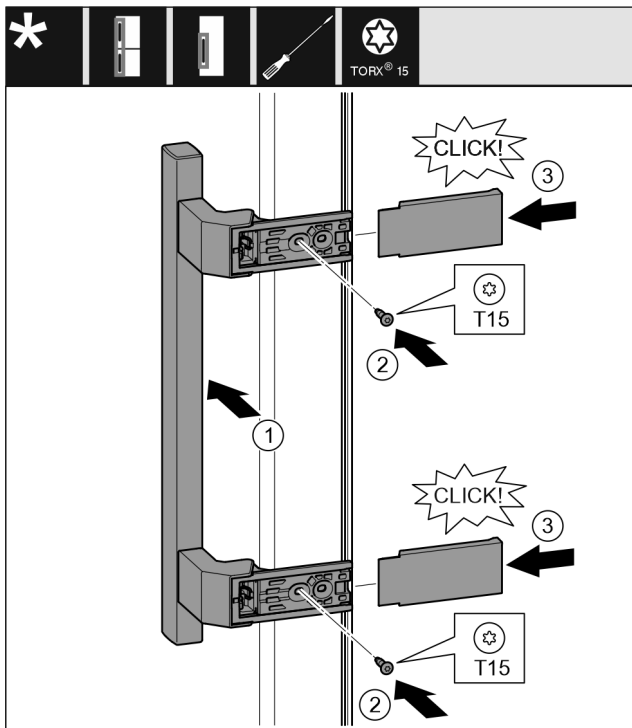

Fig. 14
- ▶ Držadlo nasadíte na opačnú stranu. Fig. 14 (1)
- ▶ Skrutkovačom T15 pevne zaskrutkujte skrutky. Fig. 14 (2)
- ▶ Kryty nasadíte a nasuňte z boku. Fig. 14 (3)